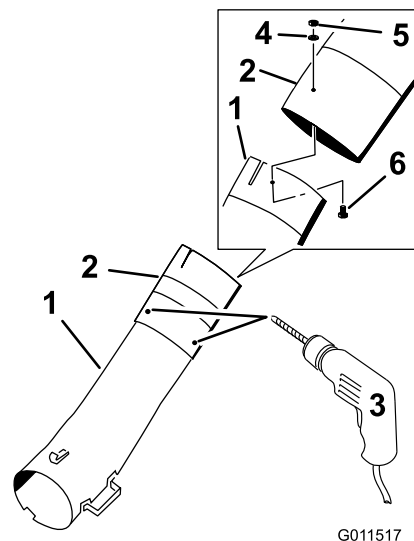

Figura 21
3. Utilizzando i tre fori o i segni nel tubo centrale come riferimento, eseguite 3 fori (diametro 7/32 pollici) nel punto in cui i tubi inferiore e centrale si uniscono (Figura 21).
4. Installate senza serrarli i tubi inferiore e centrale con 3 bulloni (#10 x 3/4 poll.), 3 rondelle piane (7/32 poll.) e 3 dadi di bloccaggio (#10) (Figura 21).